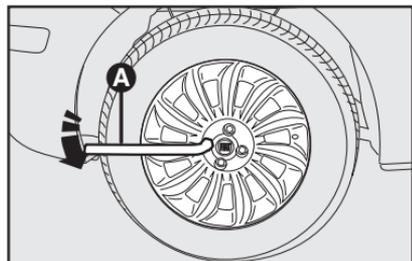

fig. 6
- Afloje una vuelta aproximadamente los tornillos de fijación de la rueda que va a cambiar **A-fig. 6**.